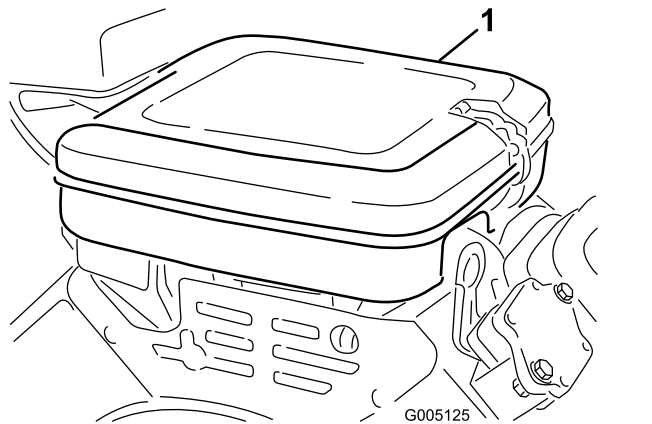

Bild 25
1. Reinigen Sie die Luftfilterabdeckung (**Bild 25**).